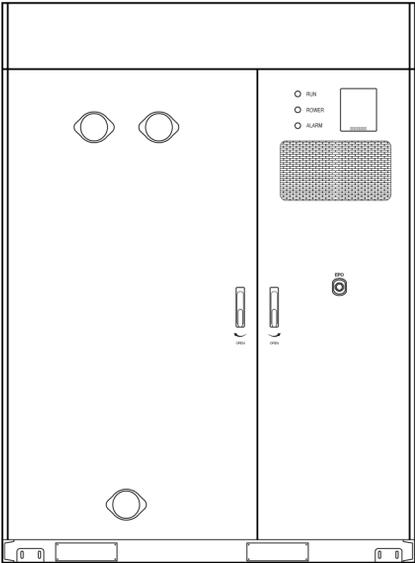
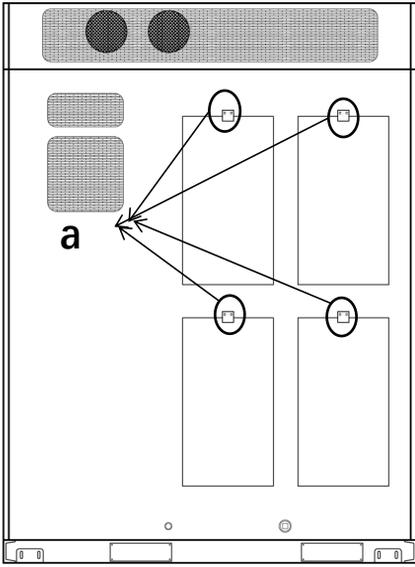

Abbildung 1-1
Abbildung 1-2
1. Lokalisieren Sie vier Befestigungslöcher, 2 Löcher an der Vorderseite des Schrankes (Abbildung 1-1) und die anderen an der Rückseite (Abbildung 1-2).
5. Entfernen Sie die 4 in Abbildung 1-2 gezeigten Elemente (a).